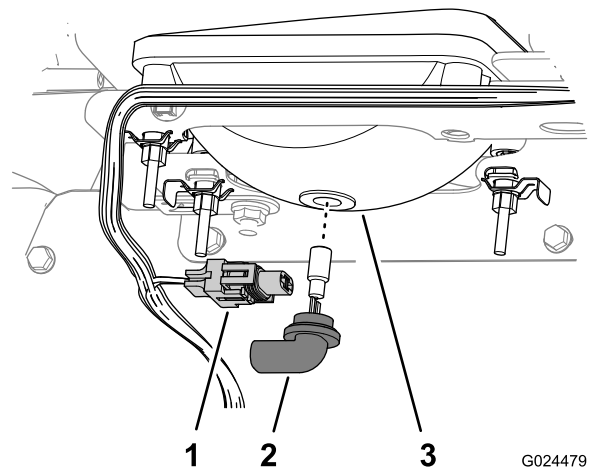

Рисунок 39
3. Отсоедините электрический разъем жгута проводки от разъема на лампе в задней части корпуса фары (Рисунок 39).
4. Поверните лампу в сборе на 1/4 оборота против часовой стрелки и одновременно перемещайте ее назад, чтобы извлечь из корпуса фары (Рисунок 39).
5. Вставьте новую лампу в сборе и корпус фары, совместите выступы в лампе с пазами в корпусе фары (Рисунок 39).
6. Закрепите лампу в сборе, повернув ее на 1/4 оборота по часовой стрелке (Рисунок 39).
7. Подсоедините электрический разъем жгута к разъему нового узла лампы (Рисунок 39).